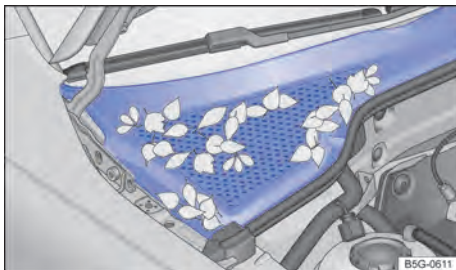

Fig. 205 Entre o compartimento do motor e o para-brisa: caixa de água (representação esquemática).
- A caixa coletora de água está localizada no compartimento do motor, entre o para-brisa e o motor e sob uma cobertura perfurada → Fig. 205. O ar ambiente é sugado da caixa coletora de água para o interior do veículo por meio do sistema de aquecimento e ventilação ou do ar-condicionado.